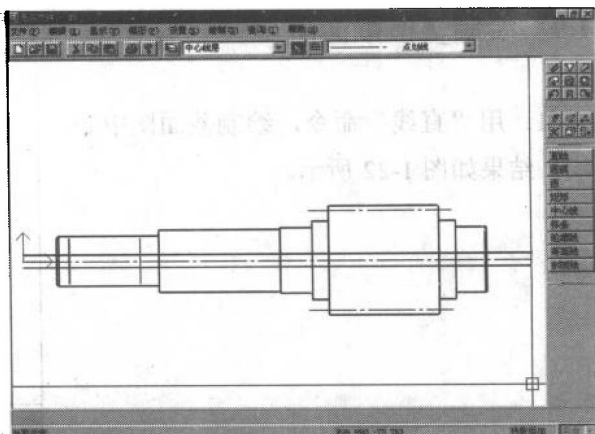

图 1-19 修改属性
3. 调用“属性修改”命令, 从弹出的“属性修改”对话框中修改键槽线段, 其结果如图 1-19 所示。